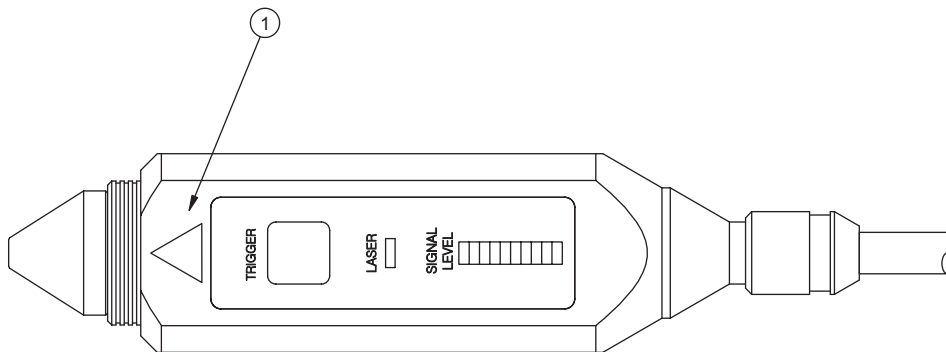

Abbildung 1.2: Lage der Laserwarndreiecks auf dem Meßkopf
Das Laserwarndreieck ① ist auf der Oberseite des Meßkopfes angebracht wie in Abbildung 1.2 dargestellt.